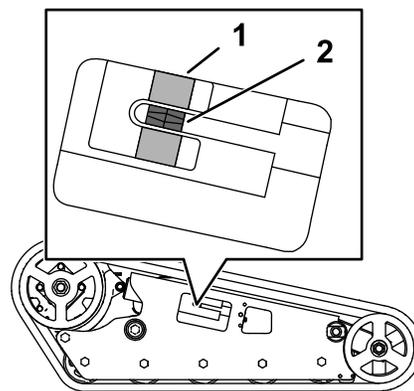

Figura 58
Verificate che il blocco tenditore sia allineato con la guida verde sull'adesivo oppure che il blocco si trovi a una distanza di 1,3 cm dalla parte posteriore della scanalatura del tubo tenditore (Figura 58).
- Utilizzando un cricchetto di trasmissione da 1/2" ruotate la vite di tensione, fino a quando il blocco tenditore non si allinea con la guida verde sull'adesivo, oppure non si trova a una distanza di 1,3 cm dalla parte posteriore della scanalatura del tubo tenditore (Figura 58).
- Verificate che il blocco tenditore sia allineato con la guida verde dell'adesivo oppure si trovi a una distanza di 1,3 cm dalla parte posteriore del tubo tenditore per entrambi i cingoli (Figura 58). All'occorrenza regolate.